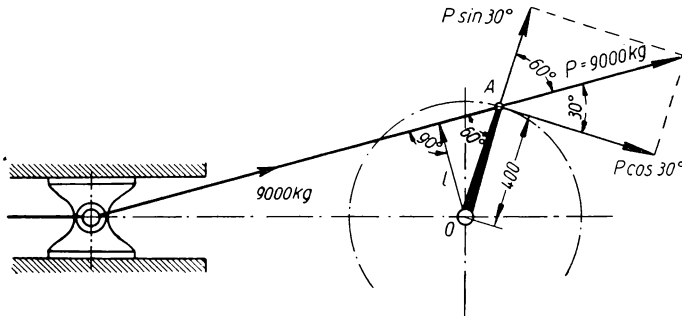

Bild 62
**201.** Die Schubstange einer Dampfmaschine überträgt auf den Kurbelzapfen *A* (Bild 62) eine Kraft von 9000 kg, während sie mit dem Kurbelarme einen Winkel von  $60^\circ$  bildet. Welches Drehmoment tritt an der 400 mm langen Kurbel der Kurbelwelle *O* auf?